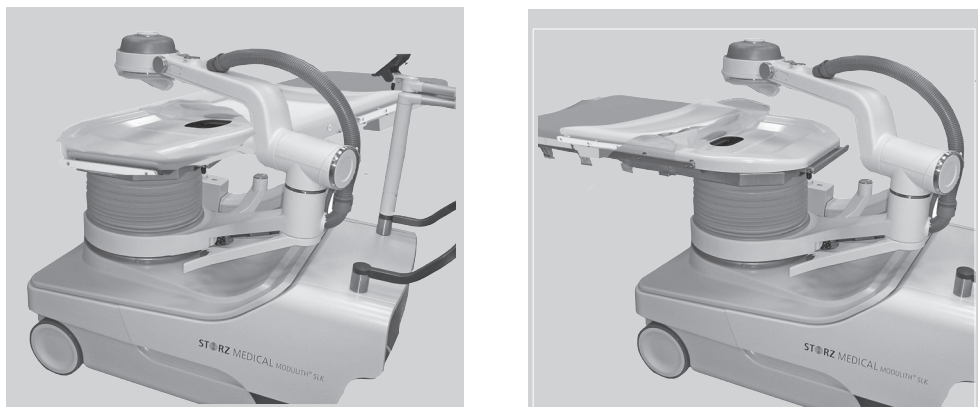

Figura 9-3 Rotação da posição de funcionamento (esquerda) para a posição de transporte (direita)
- Rode manualmente a mesa de tratamento 90° no sentido contrário ao dos ponteiros do relógio, à volta da extremidade da cabeceira (Figura 9-3 Rotação da mesa da posição de transporte (esquerda) para a posição de funcionamento (direita))